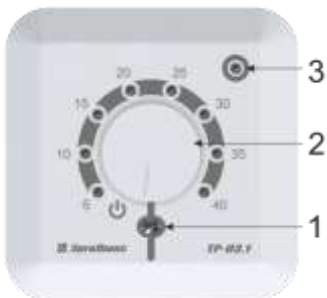

Рисунок 3 - Внешний вид терморегулятора.
2. Терморегулятор автоматически при первом включении включится. На лицевой панели нижний индикатор режима 1 загорится красным цветом (Рис. 3).